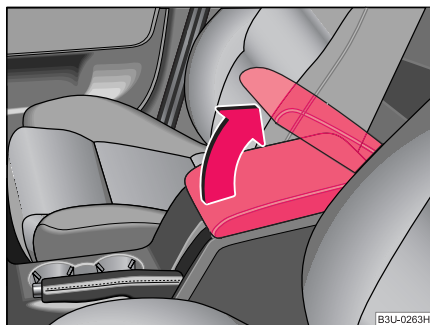

Fig. 95 Cotiera între scaunul conducătorului auto și scaunul pasagerului din dreapta
- Rabatați capacul compartimentului de depozitare ⇒ Fig. 95.